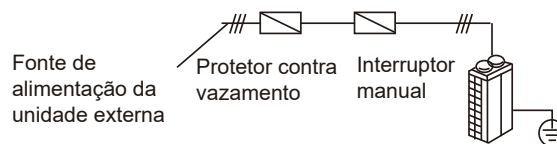

Figura 51
- Todas as unidades internas em um sistema (por exemplo, todas as unidades internas conectadas ao mesmo conjunto de unidades externas) devem ser conectadas no mesmo circuito de energia com a mesma fonte de alimentação e proteção contra sobrecorrente e corrente residual (proteção contra fuga) e chave manual, conforme mostrado na Figura 51. Não instale protetores separados ou chaves manuais para cada unidade interna. Deve-se ligar e desligar todas as unidades internas em um sistema simultaneamente. A razão para isso é que, se uma unidade interna em operação fosse desligada repentinamente enquanto as outras unidades internas continuassem funcionando, o evaporador da unidade desligada congelaria, já que o refrigerante continuaria fluindo para a unidade (sua válvula de expansão ainda estaria aberta), mas seu ventilador teria parado. As unidades internas que continuassem funcionando não receberiam refrigerante suficiente, o que prejudicaria o desempenho delas. Além disso, o líquido refrigerante que retorna diretamente para o compressor da unidade desligada causaria martelamento do líquido, danificando o compressor.